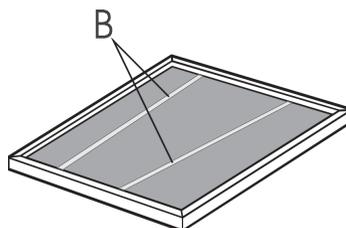

fig.2
3. Enlevez les fils métalliques B (fig. 2).